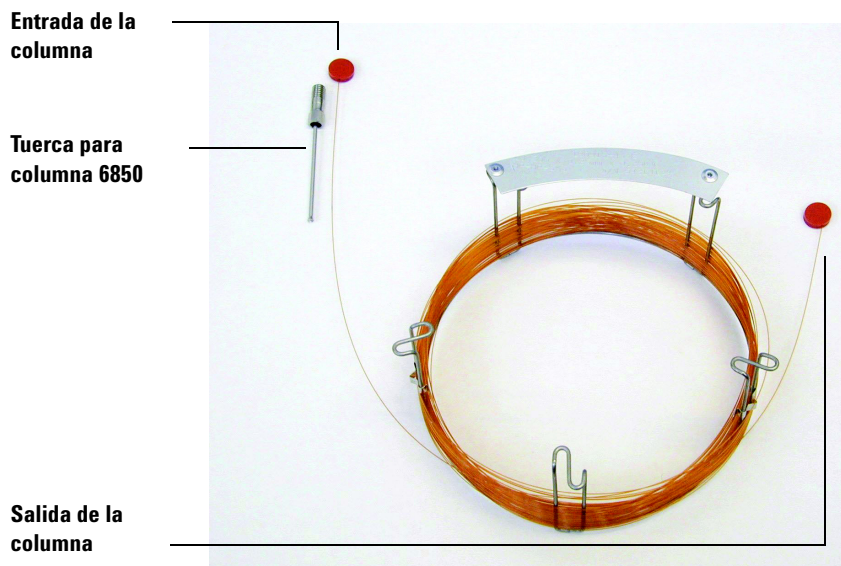

Figura 2 Columna
- 1 Coloque la columna (la 19091S-433E que se encuentra en el kit del GC) sobre una superficie limpia, con la etiqueta mirando hacia usted, en la posición de las 12 horas. Fíjese en que los extremos de entrada y salida de la columna estén orientados de la misma forma que cuando se utiliza un detector GC y que la salida de la columna esté situada en la parte posterior del soporte de la columna (más cerca del ventilador). Véase Figura 2.